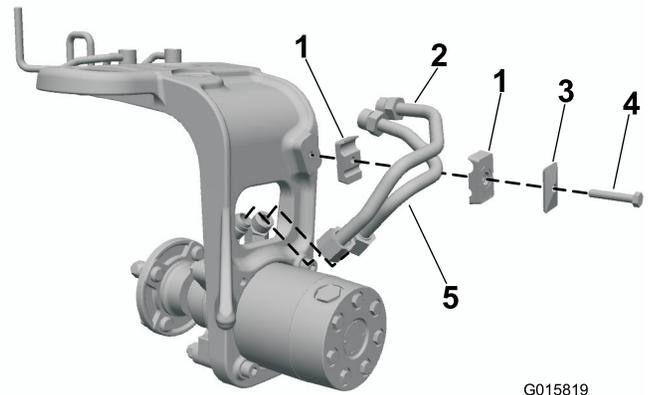

Figure 4
1. Fixez légèrement les conduites hydrauliques en acier sur les raccords du moteur de roue (Figure 4).
2. Posez le collier sur la fourche pivotante. Positionnez l'ensemble de sorte qu'il s'adapte correctement sur les raccords hydrauliques et les colliers (Figure 4).
3. Fixez les colliers avec une plaque de protection et un boulon (5/16" x 1 3/4"), comme montré à la Figure 4.